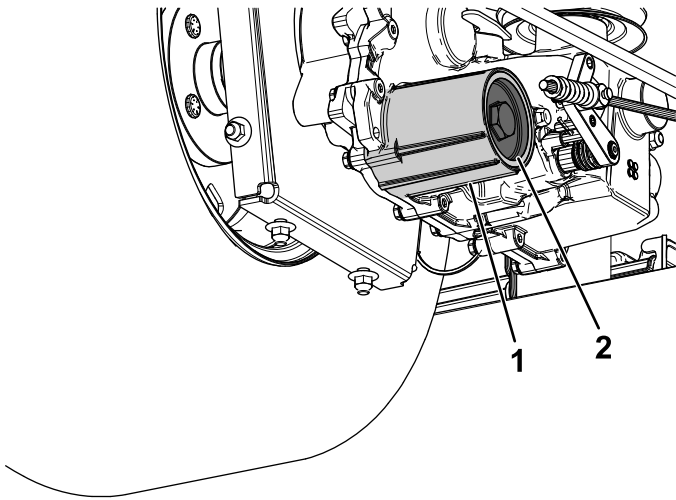

Figure 87
7. Déposez le couvercle du filtre à huile hydraulique de la boîte-pont pour vidanger le liquide (Figure 87).